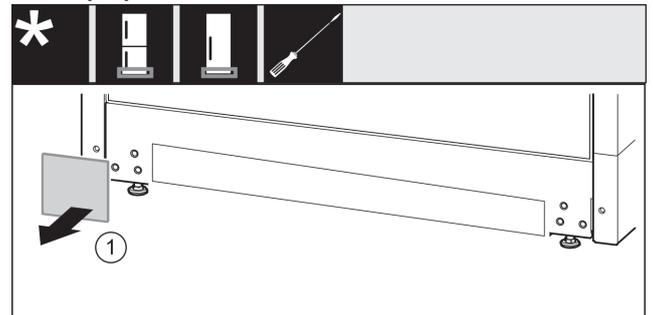

Fig. 36
- ▶ Снимите крышку Fig. 36 (1).